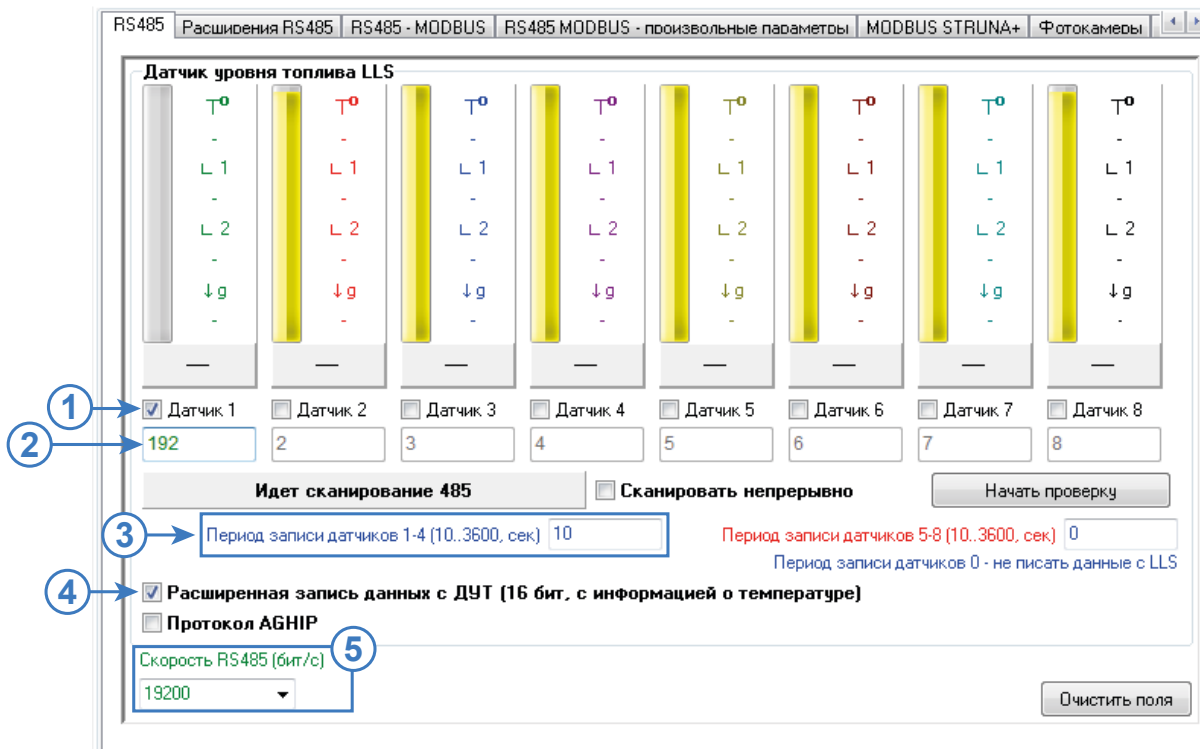

Рис.25. Настройка шины RS-485 контроллера АвтоГРАФ для подключения датчиков ТКАМ по протоколу LLS
3. Включите опцию «**Датчик 1**» (Рис.25, п.1). Данная настройка разрешает контроллеру опрос датчика, адрес которого задан в поле Датчика 1. Также при такой настройке показания этого датчика будут записаны в контроллер, как показания LLS1.
4. Задайте адрес подключаемого датчика угла наклона в поле Датчика 1 (**Рис.25, п.2**). Так как адреса датчиков LLS задаются в настройках контроллера АвтоГРАФ в десятичном формате, то адрес датчика ТКАМ (в HEX) нужно преобразовать в десятичный формат. Например, адрес C0 (в HEX) будет 192 в десятичном формате.
5. В поле «**Период записи датчиков 1-4**» задайте интервал записи показаний датчика угла наклона в память контроллера (**Рис.25, п.3**). Данная настройка относится к Датчикам 1-4. Если вы настраиваете Датчики 5-8, то период опроса этих датчиков необходимо задавать в поле «**Период записи датчиков 5-8**». Запись показаний датчиков не осуществляется, если задан нулевой период. Диапазон возможных значений периода записи от 10 до 3600 секунд. Период задается в секундах.
6. Включите опцию «**Расширенная запись данных с ДУТ**» (**Рис.25, п.4**). При отключенной опции контроллер не будет получать показания температуры с датчиков угла наклона, передающих данные в протоколе LLS.
7. В строке «**Скорость RS485 (бит/с)**» укажите скорость работы шины RS-485 контроллера (**Рис.25, п.5**). Обратите внимание, что такая же скорость должна быть задана во всех устройствах, подключаемых к контроллеру АвтоГРАФ по шине RS-485, включая датчики угла наклона ТКАМ.